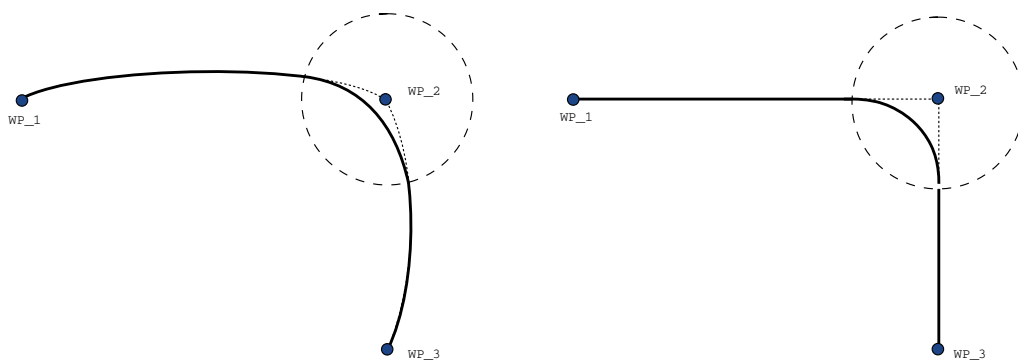

Figura 15.6: Movimento e união do espaço de articulação (MoveJ) versus o espaço cartesiano (MoveL).
- **Unões envolvendo MoveJ** Unões com MoveJ causam uma curva suave no espaço articular. Isto vale para uniões de MoveJ para MoveJ, MoveJ para MoveL e MoveL para MoveJ. A união produz uma trajetória mais suave e mais rápida do que os movimentos sem uma união (ver figura 15.6). Se a velocidade e a aceleração são usadas para especificar o perfil de velocidade, a união permanece dentro do raio de união durante a união. Se usar *tempo* em vez de *velocidade* e *aceleração* para especificar o perfil de velocidade de **ambos**